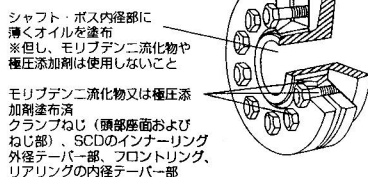

図15
1. クランプディスクのフロントリング、リアリング、インナーリングのテーパ面にには予めグリス(モリブデン二硫化物)を塗布していますがそのまま使用してください。シャフト・ボスなどの接触部を清掃し、薄くオイルを塗布してください。但し、▲モリブデン二硫化物や極圧添加剤入りのオイルやグリスは厳禁です。(図15)